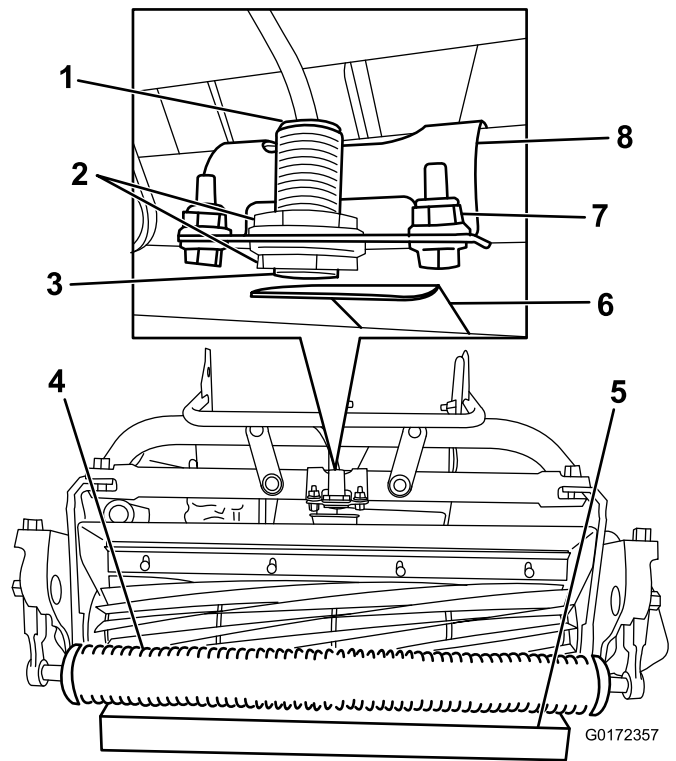

Figura 14
2. Afloje las contratuercas del sensor y ajuste el sensor hasta que quede visible una rosca por debajo de la contratuerca inferior (Figura 14).
4. Coloque un bloque de 3,8 cm debajo del rodillo delantero de la unidad de corte (Figura 14).
5. Afloje los pernos que sujetan el soporte del sensor al bastidor (Figura 14).
8. Gire el soporte del sensor hacia la placa objetivo hasta que se encienda la luz situada encima del sensor (Figura 14). Si ya estaba encendida, gírelo hacia fuera hasta que se apague la luz, y luego en el sentido contrario justo hasta que se encienda.